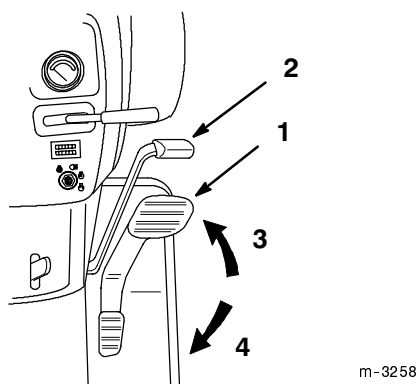

Figure 17
4. Poser le pied sur la pédale de commande de traction et enfoncer lentement le haut de la pédale pour avancer en marche avant, ou le bas de la pédale pour reculer (Fig. 17). Plus on enfonce la pédale d'un côté ou de l'autre, plus le tracteur avance vite dans le sens choisi.